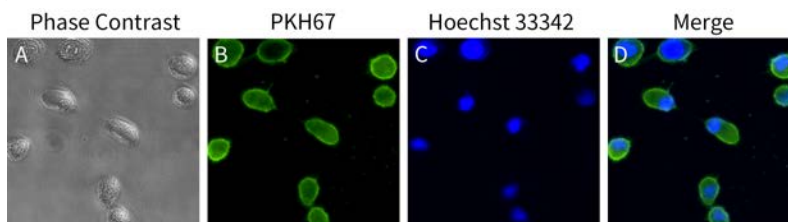

图2. 碧云天细胞膜绿色荧光染色试剂盒(PKH67) (C2073)对L929细胞的荧光染色效果图。PKH67染色液加入后37°C孵育5分钟,
- 本试剂盒可以直接染色活的细胞或组织的细胞膜, 染色时间通常为5-20分钟。对于固定的细胞或组织, 通常宜使用配制在PBS中的4%多聚甲醛固定液(P0099)进行固定, 使用其它固定液可能会导致荧光背景较高。本试剂盒对L929细胞的染色效果请参考图2。